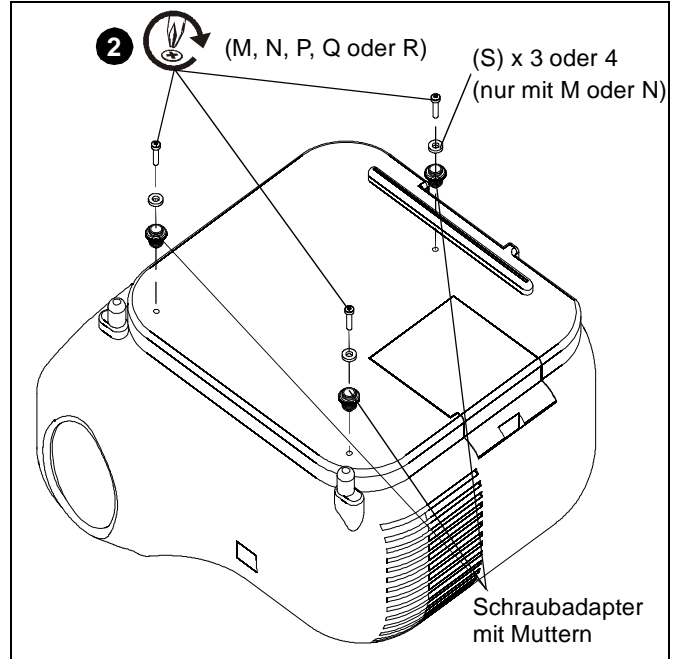

Abb. 2
2. Führen Sie die Schrauben durch die M4-Unterlegscheiben (S) und die Schraubadapter mit den Höheneinstellmuttern in die Projektorlöcher ein. (See Figure 2)